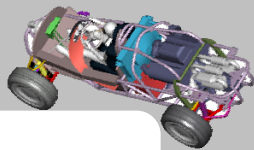

图 11.13.8 “挖槽参数”选项卡
Step10. 设置挖槽参数。在“曲面粗加工挖槽”对话框中单击 **挖槽参数** 选项卡，设置图 11.13.8 所示的参数。